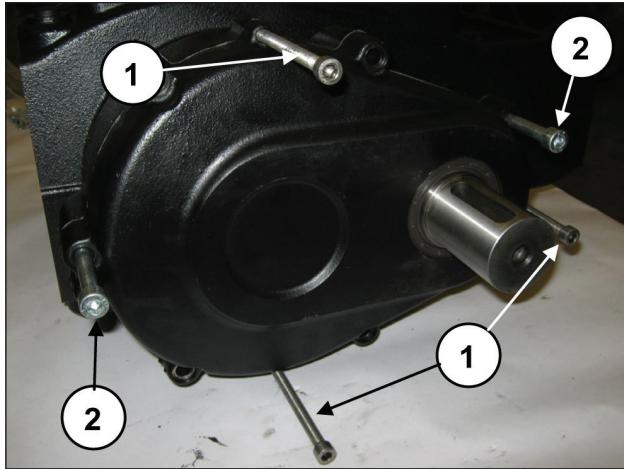

Fig. 5
Enroscar en los orificios específicos 3 tornillos prisioneros o tornillos roscados M8 (pos. ①, Fig. 5) que actúen como extractores y dos tornillos M10 lo suficientemente largos para utilizarlos como soporte de la tapa (pos. ②, Fig. 5).